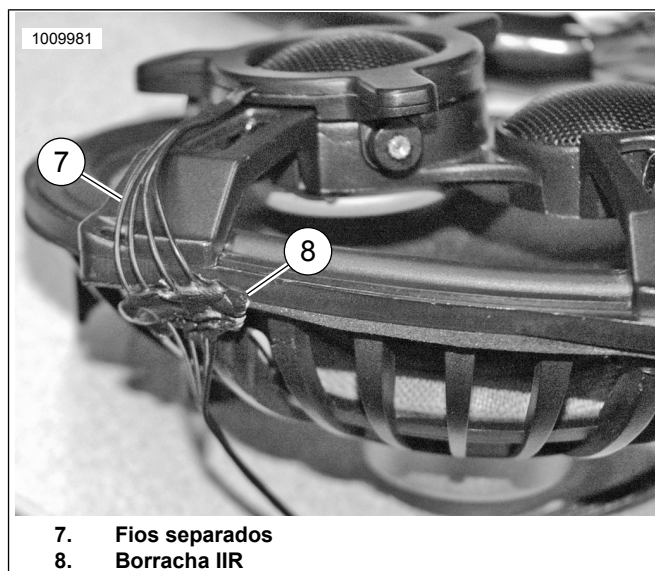

Figura 6.
12. Passe o cabo (4) pela perna da ponte do tweeter. Usando a fita adesiva (5) fornecida no kit, corte no comprimento e fixe o cabo na parte de trás da ponte do tweeter. Localize uma área próxima do componente de LED onde os fios estejam separados individualmente. Veja a figura 6. Verifique se a área de fios separados (7) está localizada na gaxeta dos alto-falantes. Coloque uma pequena quantidade (do tamanho de uma ervilha) de fita de borracha IIR (8) sobre os fios separados na área da gaxeta. Fixe o cabo na parte de trás do alto-falante com a abraçadeira.